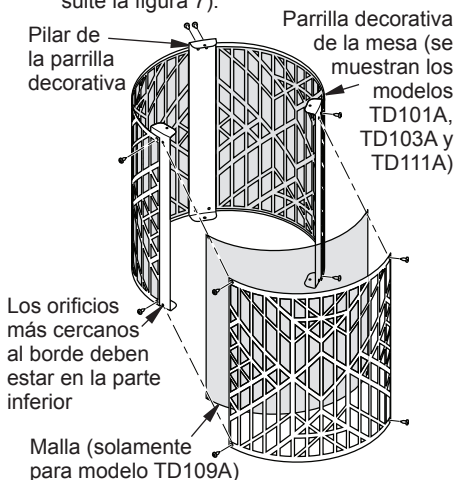

Figura 6 - Conjunto de parrilla decorativa y pilar de parrilla
12. Solamente para modelo TD109A: Coloque 3 mallas alrededor de los pilares de la parrilla. Todos los modelos: Coloque las 3 piezas de la parrilla decorativa alrededor de los pilares de la parrilla. Fíjelas a los pilares de las mismas con 4 tornillos (C) por cada parrilla, como se muestra en la figura 6.